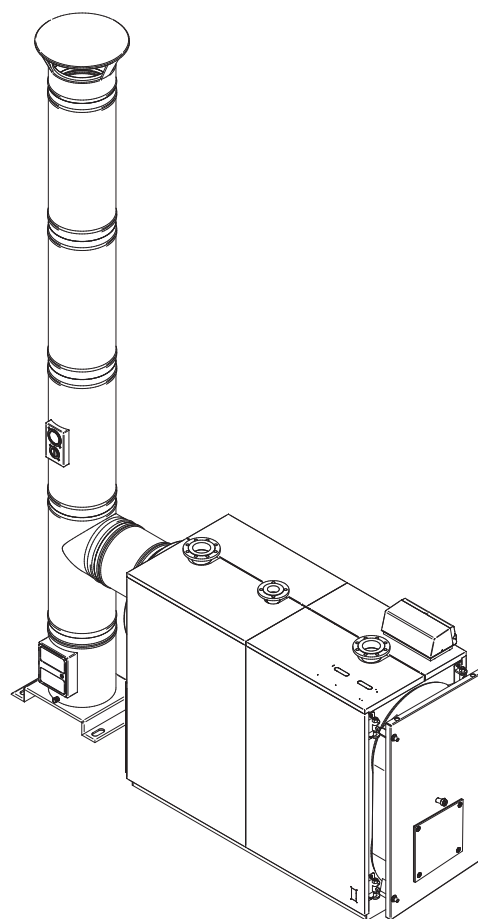

fig. 6
5.4 Evacuación de los productos de combustión (Fig. 6)